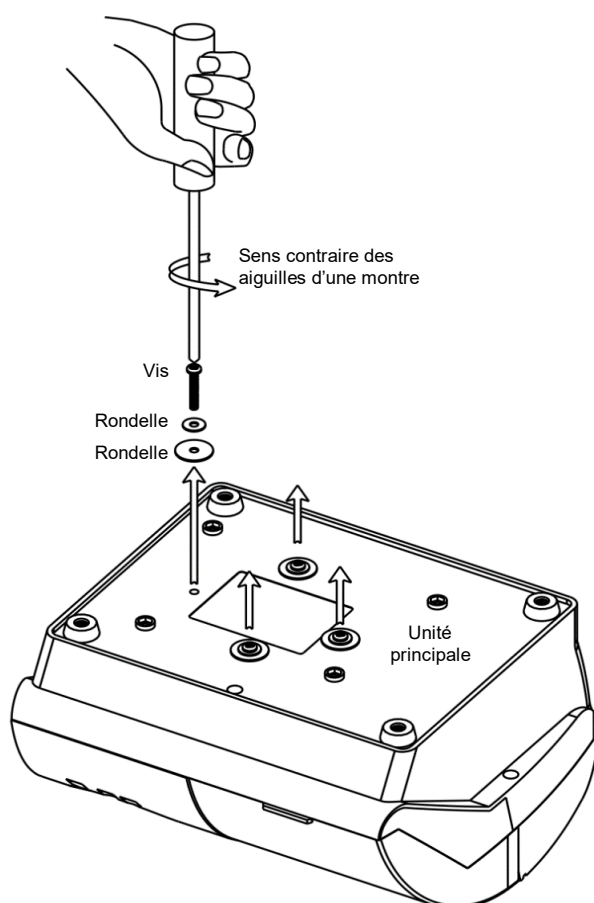

Fig. 2
- 1) Sortez l'unité principale de la boîte d'emballage, retournez-la de telle sorte que le fond soit orienté vers le haut et posez-la sur un bureau sur un coussin de protection. Comme indiqué sur la Fig. 2, retirez les quatre vis rouges utilisées pour le transport à l'aide d'un tournevis.